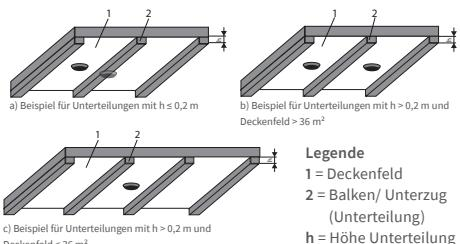

Abb.4: Beispiele für Unterteilungen in Deckenfelder
- a) bei Höhen der Unterzüge  $\leq 0,2 \text{ m}$ , bleiben die Unterzüge ohne Berücksichtigung und der/die Melder darf/dürfen auch auf diesem Unterzug/diesen Unterzügen selbst installiert werden - siehe Abb.4 Beispiel a).
- b) bei Unterzügen mit einer Höhe  $> 0,2 \text{ m}$ , so ist, wenn die daraus gebildeten Deckenfelder eine Fläche von  $> 36 \text{ m}^2$  aufweisen, je Deckenfeld ein Rauchwarnmelder anzubringen - siehe Abb.4 Beispiel b).
- c) bei Unterzügen mit einer Höhe  $> 0,2 \text{ m}$  und einer Fläche der Deckenfelder  $\leq 36 \text{ m}^2$ , bleiben die einzelnen Deckenfelder unberücksichtigt. Ein Rauchwarnmelder ist in einem Deckenfeld oder auf dem Unterzug, vorzugsweise in der Raummitte anzurichten - siehe Abb.4 Beispiel c).